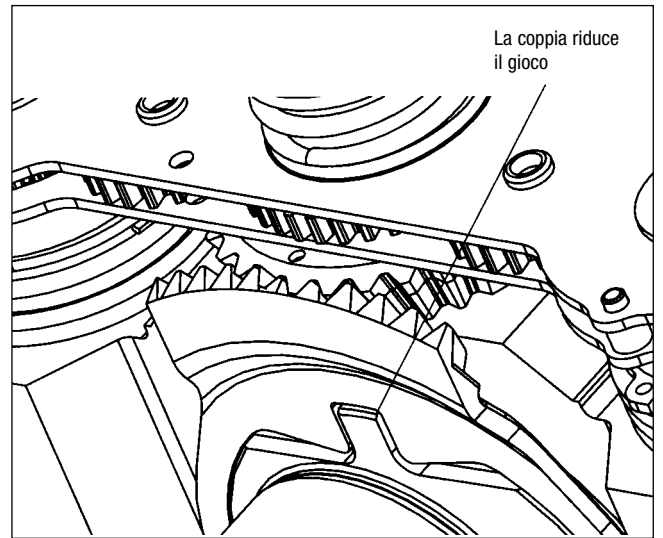

FIG. 7
- L'albero eccentrico gira all'interno del segmento della piastra degli ingranaggi, eliminando il gioco fra lingua e supporti laterali (Fig. 7).